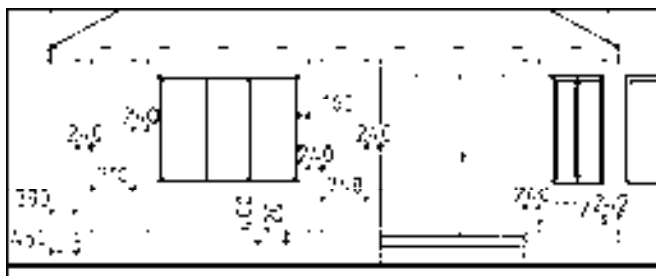

图 13-172 绘制结果
6) 绘制立面装饰图形。调用“直线”命令、“偏移”命令及“修剪”命令,绘制、偏移并修剪直线,结果如图13-172所示。